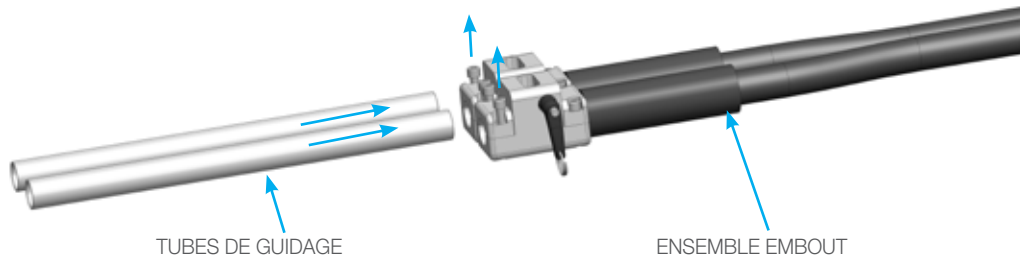

FIGURE 7
1. Desserrez les vis Allen et glissez les tubes de guidage sur le bloc d'embout jusqu'en butée. Serrez les vis Allen et tirez sur les tubes de guidage pour vous assurer qu'ils sont bien fixés. **(Figure 7)**